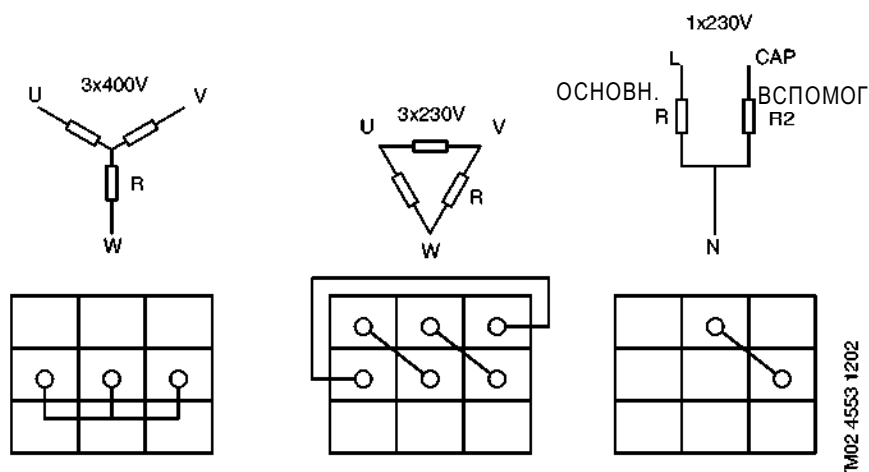

Рис. 3
- Точки измерения смотрите на рис. 3. Замерить сопротивление на контактах многовыводного электроразъема электродвигателя.